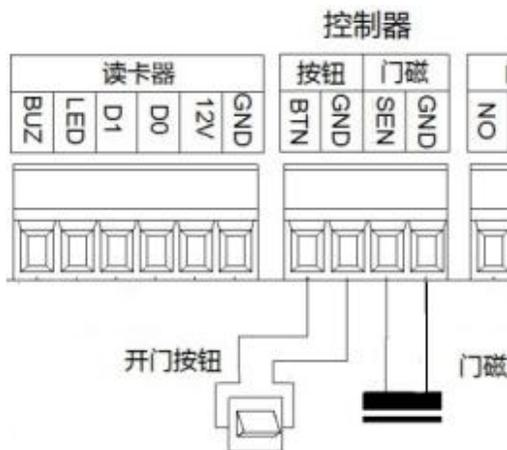

图 5: 门磁、开门按钮接线示意图
**门磁：** 门磁开关是用于监测门开关状态的一种设备。门磁的功能可以简单地比作一个按钮或一个开关。门磁由二部分组成，当这二部分合在一起时，这二个部分在电性能上是导通的，当门磁的二部分分开时，这二部分在电性能上是断开的。门磁通常一部分固定在门上，另外一部分固定在门框上，当门进行开关时，控制器通过监测门磁的导通与断开状态，则可判断门的开或关状态。控制器上 SEN-GND 为门磁接口，控制器门磁的接线见图 5。
**按钮：** 控制器上 BTN-GND 为按钮输入接口，出门按钮采用“点触式”按钮，“点触式”按钮按下去后，松开能自动弹起来，控制器按钮接线见图 5。